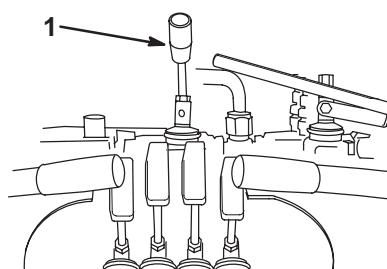

Figure 2
1. Vissez le levier dans le tiroir de sélecteur de vitesse (Fig. 2).